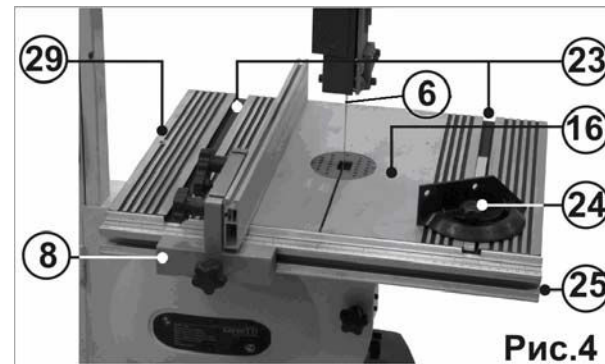
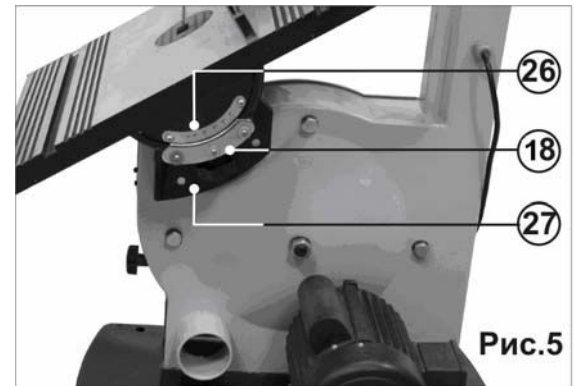

Рис. 4
Рис. 5
11.5. Позиции рабочего стола (Рис. 4, Рис.5)
11.6. Установка прямого угла между пильной лентой и рабочим столом (Рис.4, Рис.5)
11.7. Установка положения бокового упора (Рис.4, Рис.5)